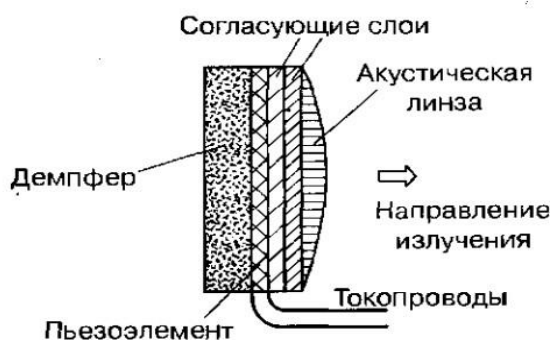

Рисунок 3 – Конструкция ультразвукового преобразователя
Одним из основных составляющих любого УЗ диагностического прибора является ультразвуковой преобразователь (рисунок 3). Он входит в состав датчика, и от него в большой мере зависит качество получаемой информации.
- 4) Выполняет сканирование, т.е. перемещение УЗ луча в обследуемой области с помощью специальных переключателей (коммутаторов) и управляющих сигналов (рисунок 3).